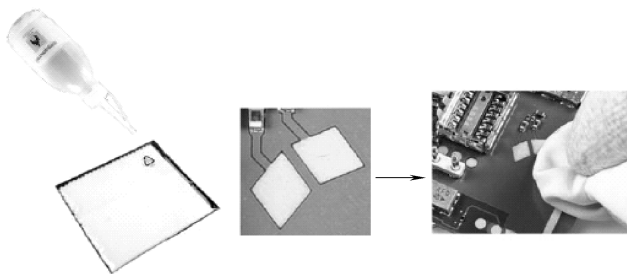

图 4-1 主板清洗
1) 主板清洗可以采用超声波清洗仪进行清洗,也可以采用干净干布清洗,如图 4-1 所示。